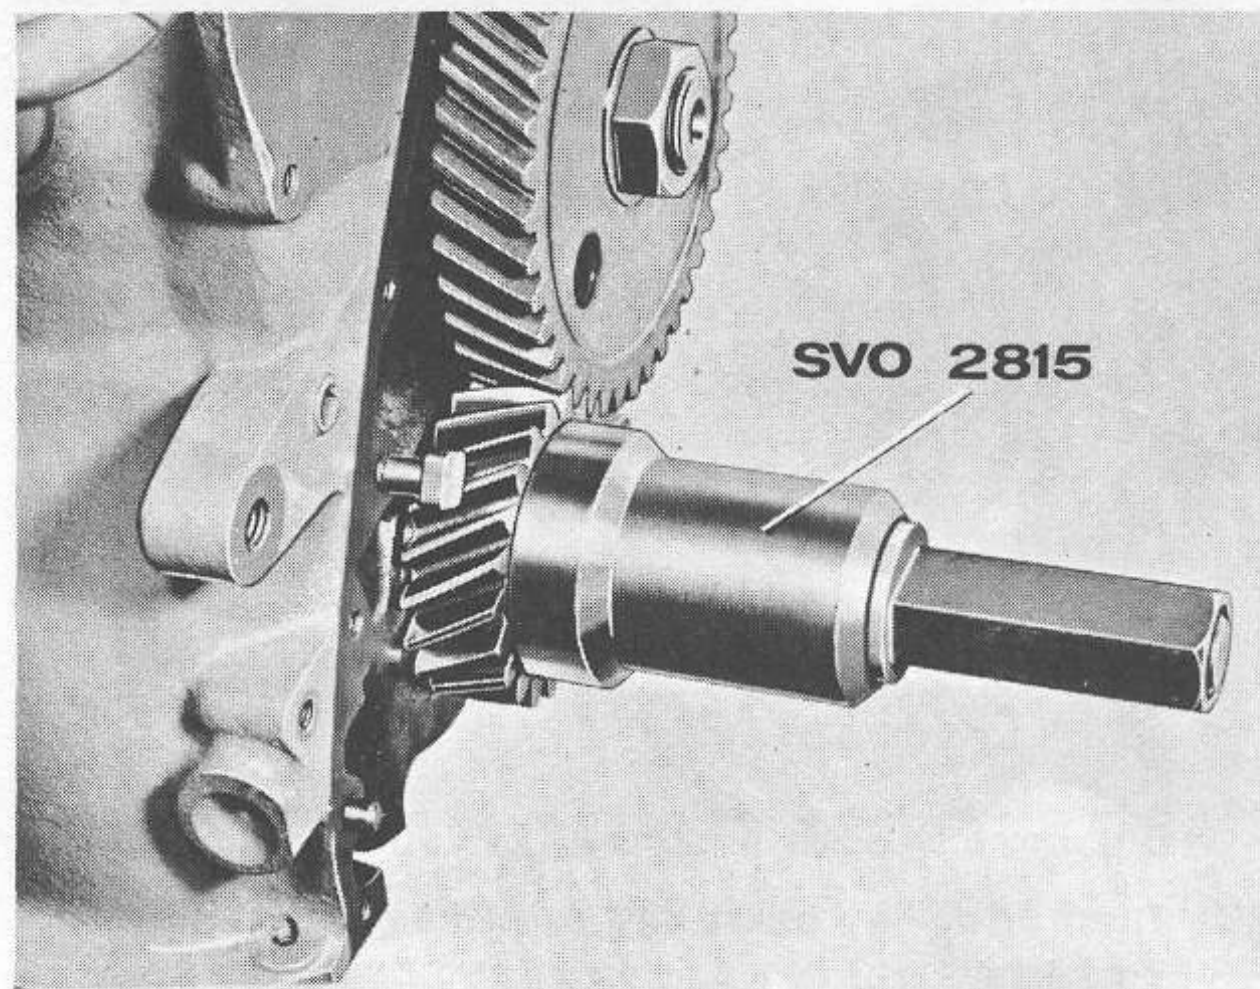

Bild C13 Montering av vevaxeldrev (6-cyl. motor)
5. Montera vevaxeldrevet med SVO 2815, se bild C13.